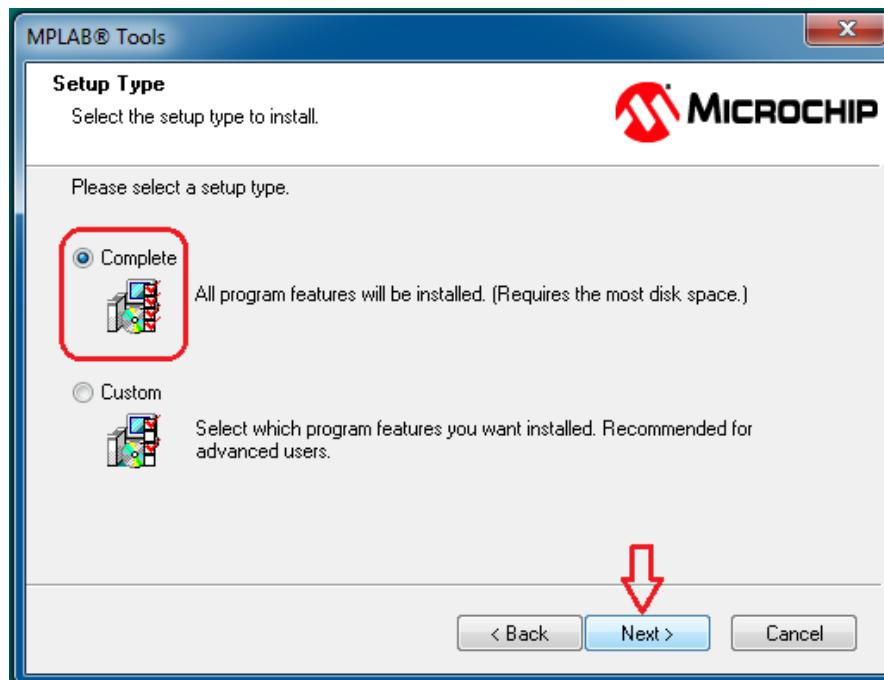

Figura 3.4 - Tipo de instalação. Escolha a opção "Completa".
- 3) Nesta etapa o instalador nos dará a opção de instalar o programa completo, com todos os seus recursos, ou realizar uma instalação customizada. Utilizaremos todos os recursos do MPLAB. Para isso, clique em “complete” e depois em “Next” (ver Figura 3.4).